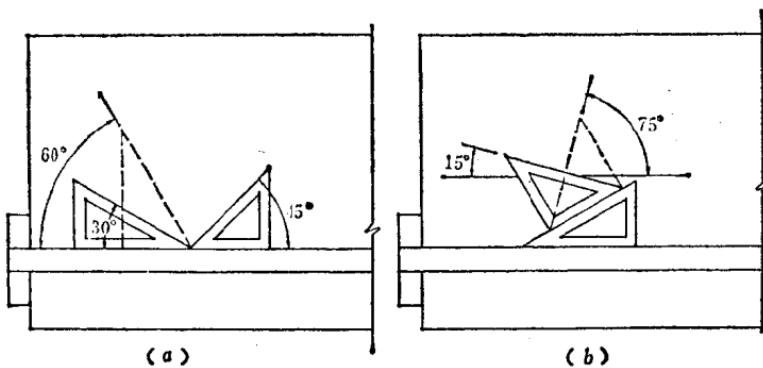
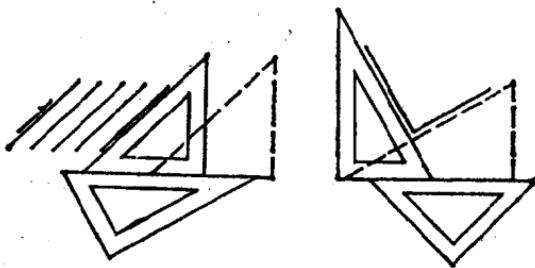

图 1 用三角板和丁字尺配合画斜线
图 2 用三角板画平行线和垂直线
(1) 丁字尺 丁字尺是画水平线用的，使用时尺头必须靠紧图板的左边缘。画同一张图时，尺头只能沿图板左边缘滑动，不可在图板其它各边滑动，以免画出的线不准确。
(2) 一字尺 作用与丁字尺相同，但因用滑轮和导绳固定在图板上，使用起来较方便。使用时，上下推动用力要均匀，以防尺身倾斜。
(3) 三角板 三角板有 45° 和 $60^{\circ}(30^{\circ})$ 两种，与丁字尺配合使用时，可以画出 15° 、 30° 、 45° 、 60° 、 75° 的斜线和相互平行或垂直的线(图1)。两个三角板配合使用时，也可以画出各种角度的互相平行或垂直的线(图2)。
(4) 铅笔 铅笔有软硬，打草稿时一般用2H、3H等较硬的铅笔，加深时则用H或HB铅笔。垂直线要从下往上画，水平线要从左往右画。画长线时，铅笔要适当转动，这样画出的线条才能粗细一致。
(5) 直线笔(鸭嘴笔) 直线笔是画墨线用的。使用时两片笔尖间要留有空隙，好让墨水流出来。每次注墨不要太多，笔尖外侧不要沾墨，以免弄脏图纸。画墨线时，直线笔要紧靠尺边，并使笔与纸面的角度保持一致(笔不能过于外